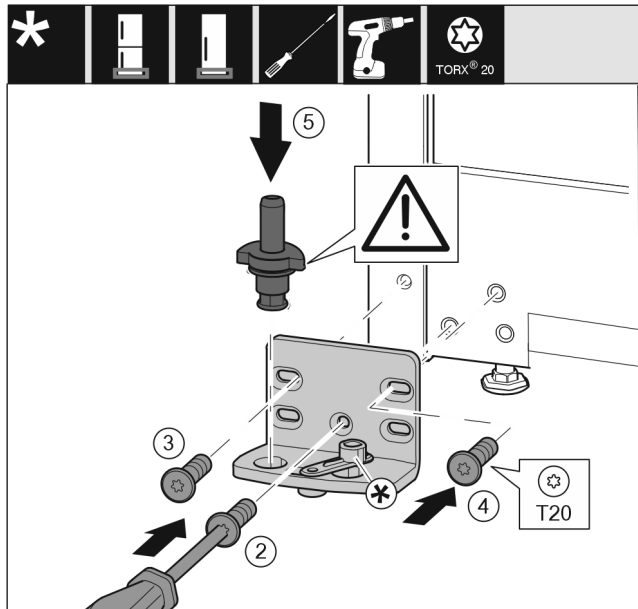

Fig. 17
- ▶ Monter lagerbukken på den andre siden, og skru den på med en skrutrekker T20. Begynn med skru 2 nederst i midten. Fig. 17 (2)
- ▶ Skru fast skru 3 og 4. Fig. 17 (3,4)
- ▶ Sett lagerbolten fullstendig på. Pass samtidig på at låsebolten peker bakover. Fig. 17 (5)